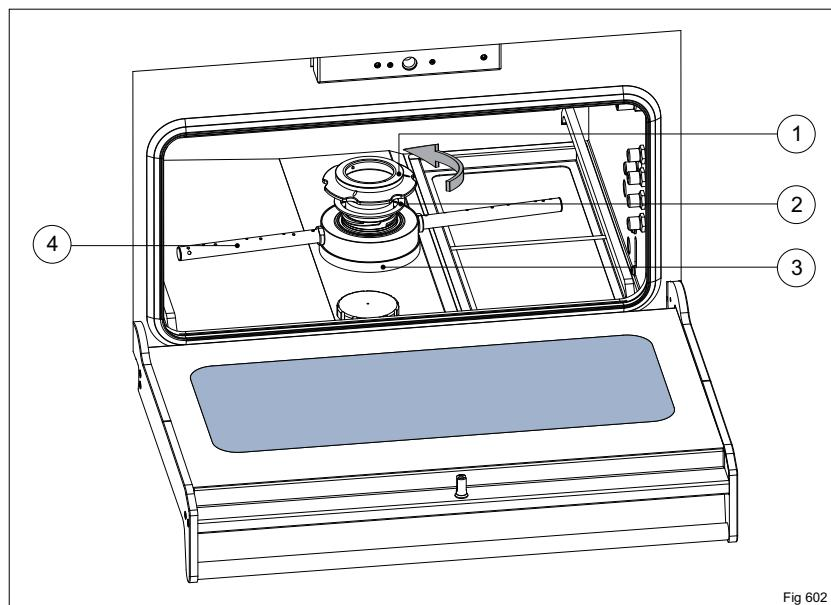

Fig 602
- ▶ Wascharmverschluss (Fig. 602 Pos.1) gegen Uhrzeigersinn aufdrehen und abnehmen
- ▶ Wascharm (Fig. 602 Pos.4) auf verstopfte Düsen überprüfen und ggf. reinigen